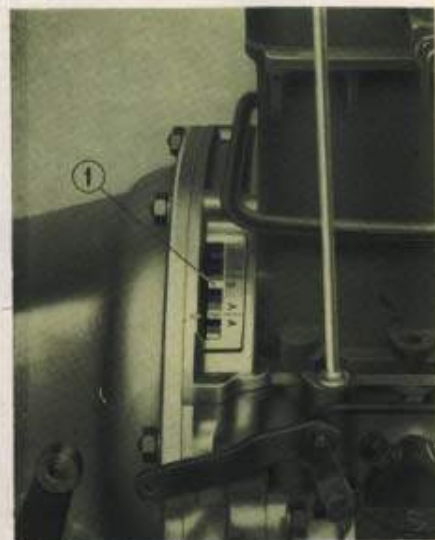

Fig. 18. Messa in fase dell'accensione.
- girare, con la manovella, l'albero motore fino a che il dente del volano che porta incisa la lettera "O" non coincida con l'indicazione A/A ricavata di fusione sul bordo della feritola di spia praticata nella parte superiore della cuffia di protezione del volano motore (vedi fig. 18);